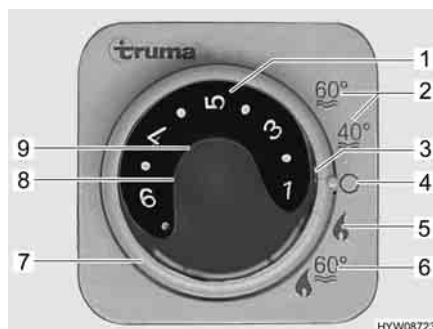

Fig. 118 Centralina di controllo per riscaldamento/boiler
- Impostare la modalità di funzionamento tramite l'interruttore girevole (Fig. 118,7).
A seconda della temperatura ambiente desiderata, il riscaldamento seleziona automaticamente il livello del bruciatore necessario. Al raggiungimento della temperatura ambiente desiderata, il bruciatore si spegne. Durante la modalità di funzionamento "Riscaldamento e boiler" (Fig. 118,6) viene riscaldata anche l'acqua nel boiler. Nella modalità di funzionamento "Riscaldamento senza boiler" (Fig. 118,5) è possibile far funzionare il riscaldamento con il boiler vuoto.
- Impostare la manopola della temperatura (Fig. 118,1) sulla centralina di controllo scegliendo il livello di potenza desiderato.
- Posizionare l'interruttore girevole (Fig. 118,7) su funzionamento invernale "Riscaldamento senza boiler" (Fig. 118,5) o su funzionamento invernale "Riscaldamento e boiler" (Fig. 118,6).
Si accende la spia di controllo verde (Fig. 118,3).
- Posizionare l'interruttore girevole (Fig. 118,7) su "O" (Fig. 118,4).
La combinazione funzionamento a gas e funzionamento elettrico a 230 V diminuisce il tempo di riscaldamento del veicolo (è possibile solo se il riscaldamento viene impostato sulla centralina di controllo (Fig. 118) su funzionamento invernale).